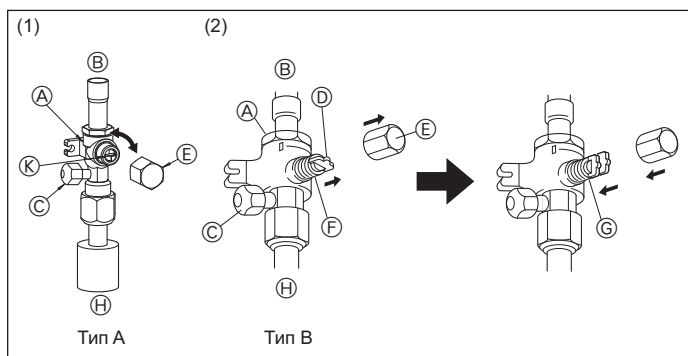
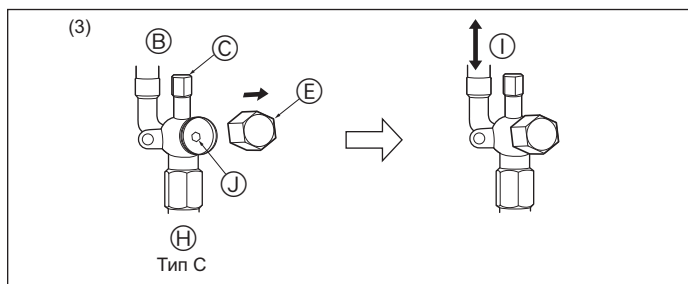

Fig. 5-9
Fig. 5-10
(1) Тип А (Fig. 5-9)
- ① Снимите крышку, затем поверните на четверть оборота против часовой стрелки с помощью отвертки с плоским лезвием для полного открытия.
- ② Убедитесь, что клапаны полностью открыты, затем установите крышку в первоначальное положение и затяните ее.
(2) Тип В (Fig. 5-9)
- ① Снимите колпачок, потяните ручку на себя и поверните на 1/4 оборота против часовой стрелки для открытия.
- ② Убедитесь в том, что запорный кран полностью открыт, надавите на ручку и поверните колпачок в первоначальное положение.
(3) Тип С (Fig. 5-10)
- ① Снимите колпачок и поверните шток золотника против часовой стрелки до упора, используя для этой цели 4 мм шестигранный гаечный ключ. Прекратите поворачивать шток в момент, когда тот достигнет стопора.
- ② Убедитесь в том, что запорный кран полностью открыт, и поверните колпачок в первоначальное положение.